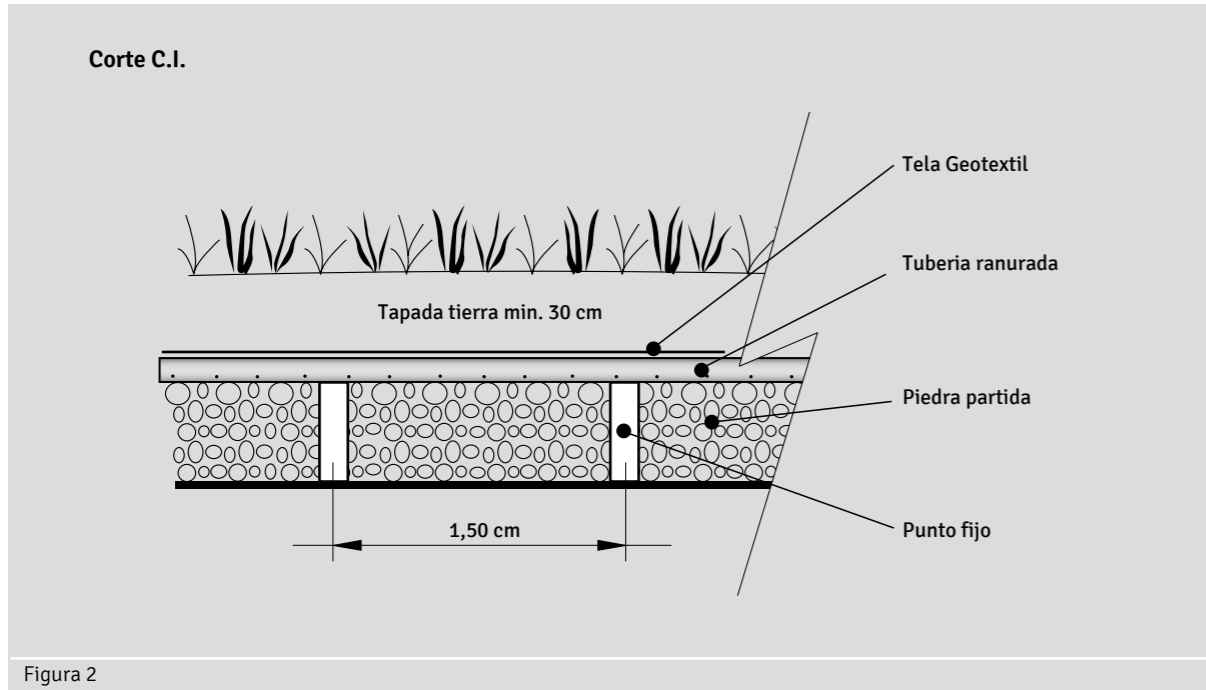

Figura 2
- C. Coloque en toda la zona 40cm de piedra partida o cascote limpio, contemplando puntos fijos cada 1,50 m, para apoyo de tuberías ranuradas Rotoplas. (Figura 2)